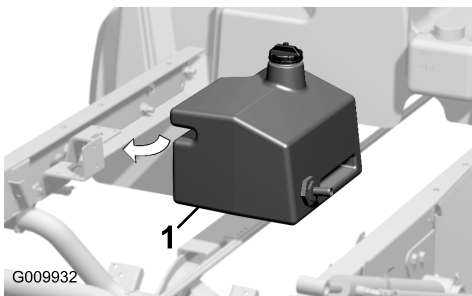

Bild 8
1. Positionieren Sie den Hydraulikbehälter so, dass eine Seite über den Rahmenkanal unten links passt und der Schlitz an der anderen Seite des Behälters mit den Löchern in der Rahmenstrebe ausgefluchtet ist (**Bild 8**).